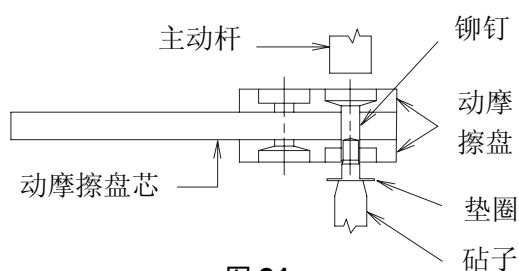
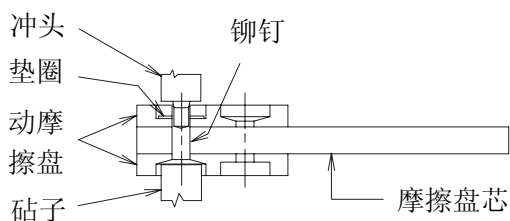

图 21
图 22
- 6.3.5 在每个孔中插入一个铆钉, 并在铆钉弯曲端加上垫圈。图21显示了机器安装铆钉方法, 而图22展示了人工安装铆钉的方法。人工安装时, 用手扳压床并将其放平, 以避免铆钉开裂。